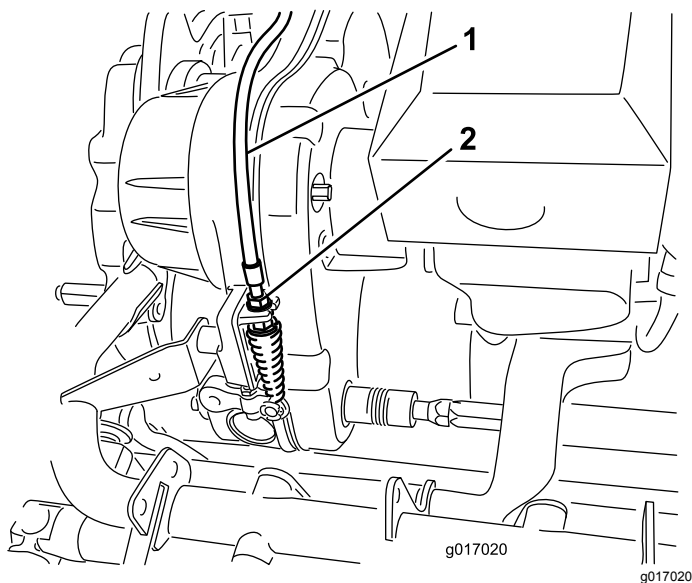

Bild 50
2. Stellen Sie den Spindelbowdenzug am Getriebeschott (Bild 50) ein, um eine Federlänge von 70,6 mm bis 72,4 mm zu erhalten.